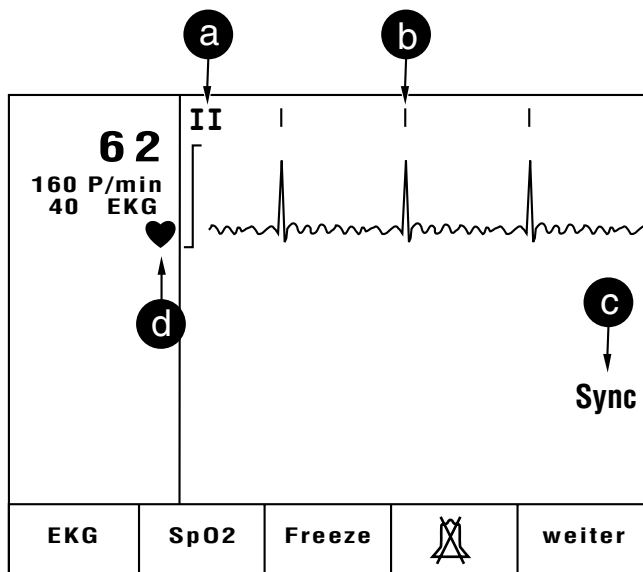

Bild 5-4. Displayanzeige
- \* Wählen Sie mit Taste  eine geeignete Ableitung (Anzeige bei a, Bild 5-4).
Im Display erscheint der entsprechende Hinweis (c, Bild 5-4).
Achten Sie darauf, daß das Herzsymbol im Display regelmäßig blinkt und daß über jedem QRS-Komplex eine Synchronisier-Marke erscheint (b, Bild 5-4). Wählen Sie sonst eine andere Ableitung mit Taste  (Softkey, EKG-Menü).
Wenn Sie beim CardioServ die synchrone Betriebsart gewählt haben, erscheint bei jedem QRS-Komplex eine Synchronisier-Marke (b, Bild 5-4). Wenn diese Synchronisier-Marken nicht angezeigt werden, ist die synchronisierte Defibrillation nicht möglich, d.h. es kann keine Defibrillation ausgelöst werden. Das Fehlen dieser Synchronisier-Marken kann z.B. durch eine schlechte EKG-Qualität verursacht werden. Versuchen Sie es mit einer anderen Ableitung und prüfen Sie den Elektrodenkontakt.